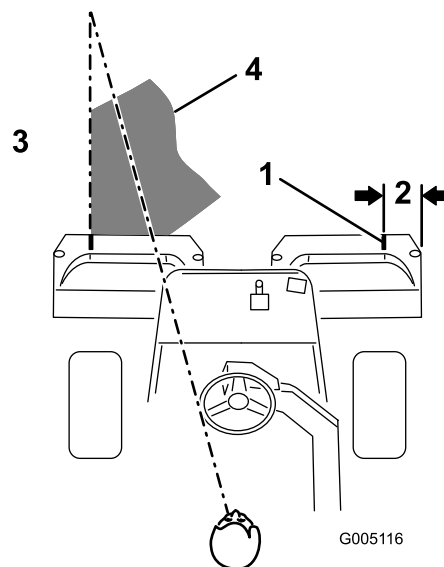

Figura 28
**Nota:** Para ayudar a mantener una línea recta a través del green y mantener la máquina a la misma distancia de la pasada anterior, imagínese una línea que va desde un punto situado a 1,8–3 m aproximadamente por delante de la máquina, hasta el borde de la parte no segada del green (Figura 28). Incluya el borde exterior del volante como parte de la línea imaginaria, es decir, mantenga el borde del volante alineado con un punto que se mantiene siempre a la misma distancia de la parte delantera de la máquina.